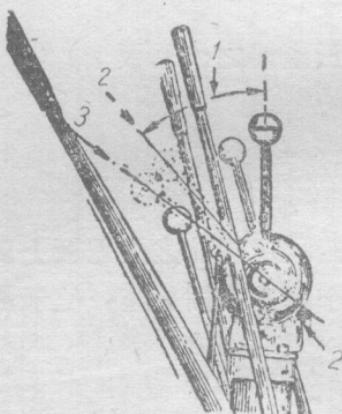

图 4 加速杆的位置
6. 将加速杆安放于最前面的位置，越过止动銷（此时供油停止）（图 4）。